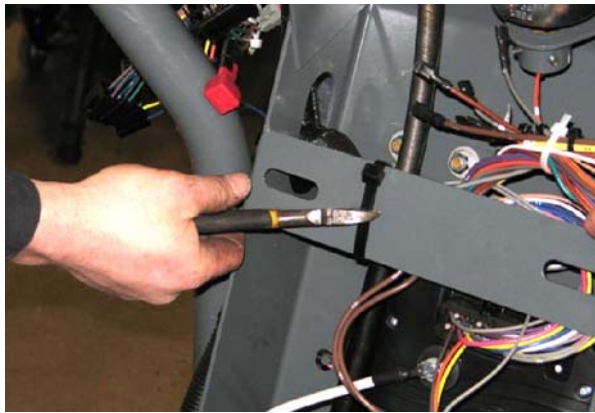

FIG. 14
14. Tagliare le fascette fermacavo da entrambi gli elementi trasversali del canale dello sterzo. (Fig. 14)